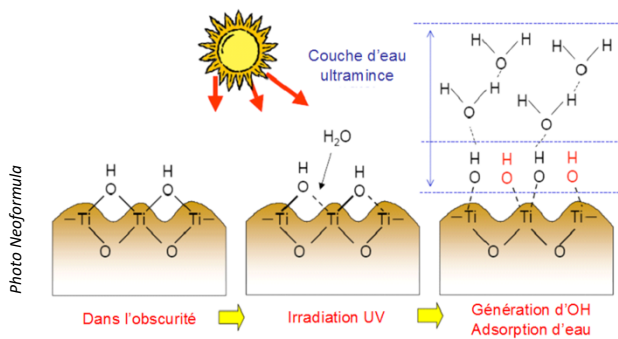

Figure 2 Formation du film superhydrophile avec TiO_2 comme photocatalyseur
- Création d'une surface super hydrophile favorisant le ruissellement des eaux de pluie et ainsi le lavage de la surface (figure 2 et 3)